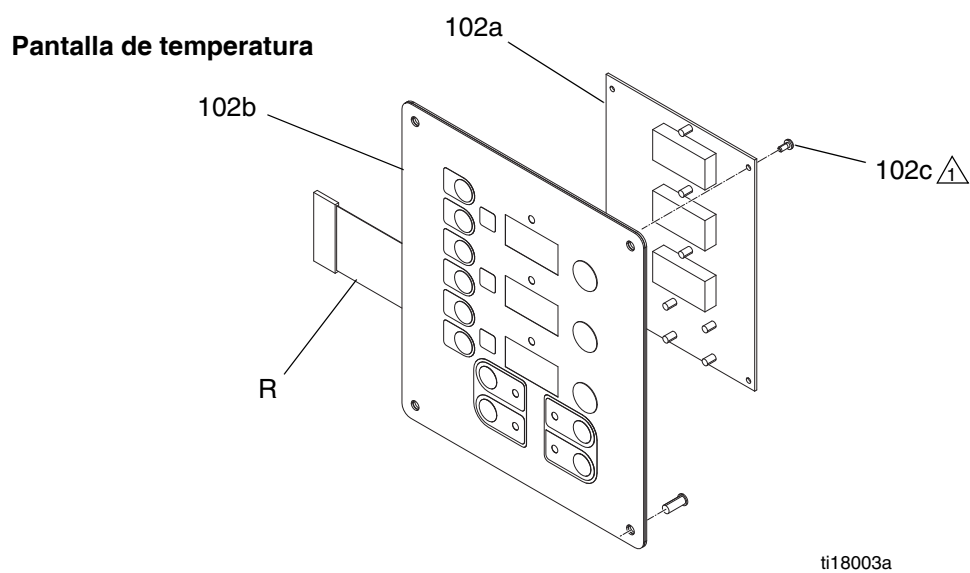

FIG. 17. Módulo de pantalla
5. Desconecte el cable de la pantalla principal (106) en la esquina inferior izquierda del módulo de pantalla; vea FIG. 17, página 40.
6. Retire los tornillos (116) y la cubierta (105); vea FIG. 17, página 40.
7. Desconecte el conector de cable de la parte trasera de la pantalla de temperatura (102). Consulte FIG. 17.
8. Desconecte el (los) cable(s) planos (R) de la parte trasera de la pantalla; vea FIG. 17, página 40.
9. Retire las tuercas (103) y la placa (101).
10. Desmonte la pantalla, consulte los detalles en la FIG. 17, página 40.
12. Vuelva a armar en orden inverso, vea FIG. 17, página 40. Aplique sellador de roscas de resistencia media en los puntos indicados. Asegúrese de que el cable de conexión de tierra de la pantalla de visualización (G) está bien sujeto entre el casquillo del cable y la tapa (105) con los tornillos (107).